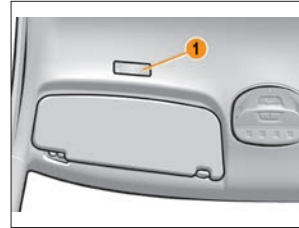

Рис. 2. Микрофон MMC
2.3. Ниже приведено описание особенностей управления автомобиля с автоматизированной (АМТ) коробкой передач и левым расположением органов управления (см. рис. 2), которые необходимо учитывать при эксплуатации автомобиля согласно требованиям основного РЭ автомобиля:
Перед солнцезащитным козырьком водителя расположен микрофон 1 MMC (рис. 2).